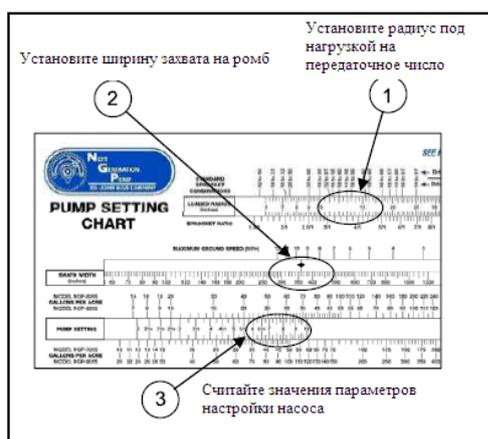

Рисунок 6.21
1. Установите радиус шины под нагрузкой (13,5") под комбинацией звездочек с зубьями от 16 до 60 в верхней части окна поз. 1 (Рисунок 6.21).